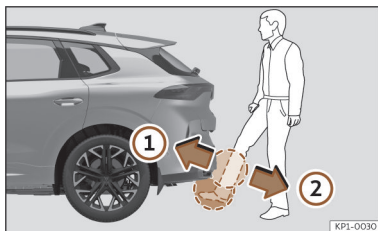

Fig. 84 Porta da bagageira com abertura controlada por sensor (Easy Open)
- Com um movimento rápido, aproxime o pé e a parte inferior da perna o mais possível ao para-choques. A parte inferior da perna tem que aproximar-se da zona do sensor superior, e o pé da zona do sensor inferior >>> **Fig. 84 ①**.
- Retire rapidamente o pé e a parte inferior da perna das zonas dos sensores >>> **Fig. 84 ②**. A porta da bagageira abre-se automaticamente.